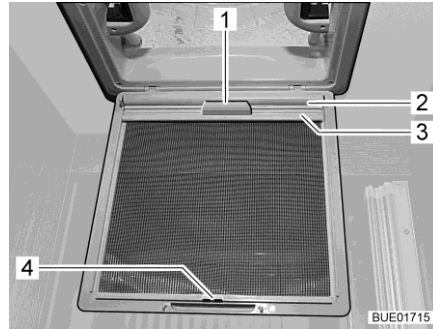

Fig. 110 Persiana oscurecedora enrollable (claraboya)
- Extraer la persiana oscurecedora enrollable (Fig. 110,2) por el tirador (Fig. 110,1) y enganchar el listón de sujeción (Fig. 110,3) en el gancho (Fig. 110,4) en la protección contra insectos.
- Desenganchar el listón de sujeción (Fig. 110,3) del gancho (Fig. 110,4) y regresar la persiana oscurecedora enrollable (Fig. 110,2) lentamente por el tirador (Fig. 110,1).